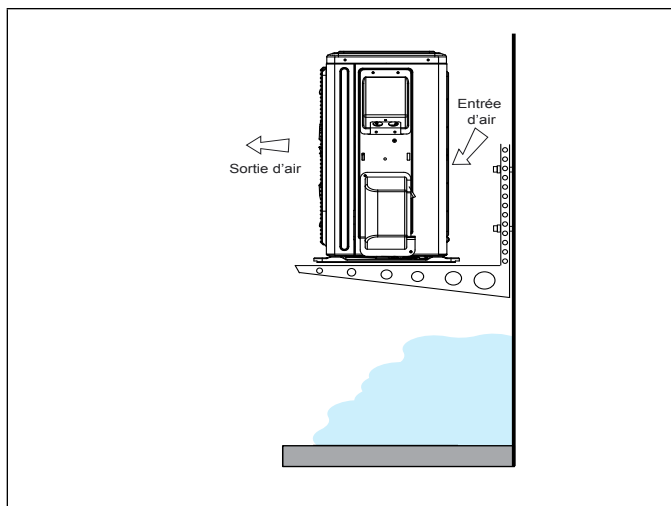

Figure 20. Unité extérieure sur supports au-dessus du niveau de la neige
- La base de l'unité doit être située au-dessus du niveau moyen de la neige comme illustré à la « Figure 20. Unité extérieure sur supports au-dessus du niveau de la neige ».